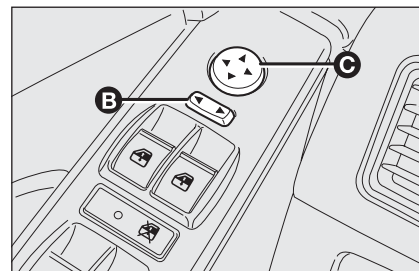

fig. 56
- mediante l'interruttore **B-fig. 56** selezionare lo specchio (sinistro o destro) su cui eseguire la regolazione;